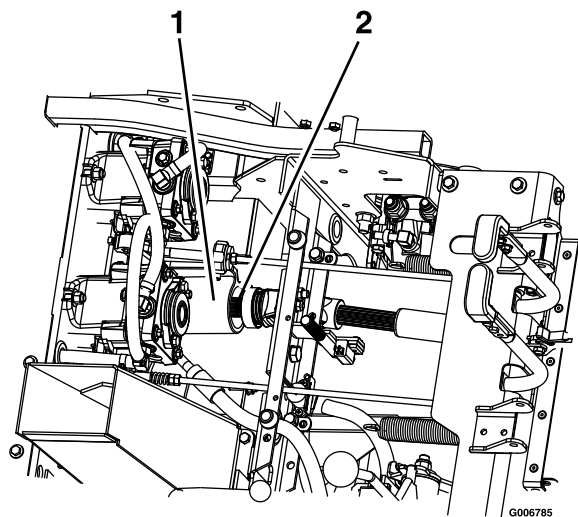

Figura 72
9. Levante el asiento y desconecte el árbol de transmisión usando el acoplamiento rápido del eje secundario (Figura 72).
4. Levante el asiento y conecte el árbol de transmisión al eje secundario (Figura 72)